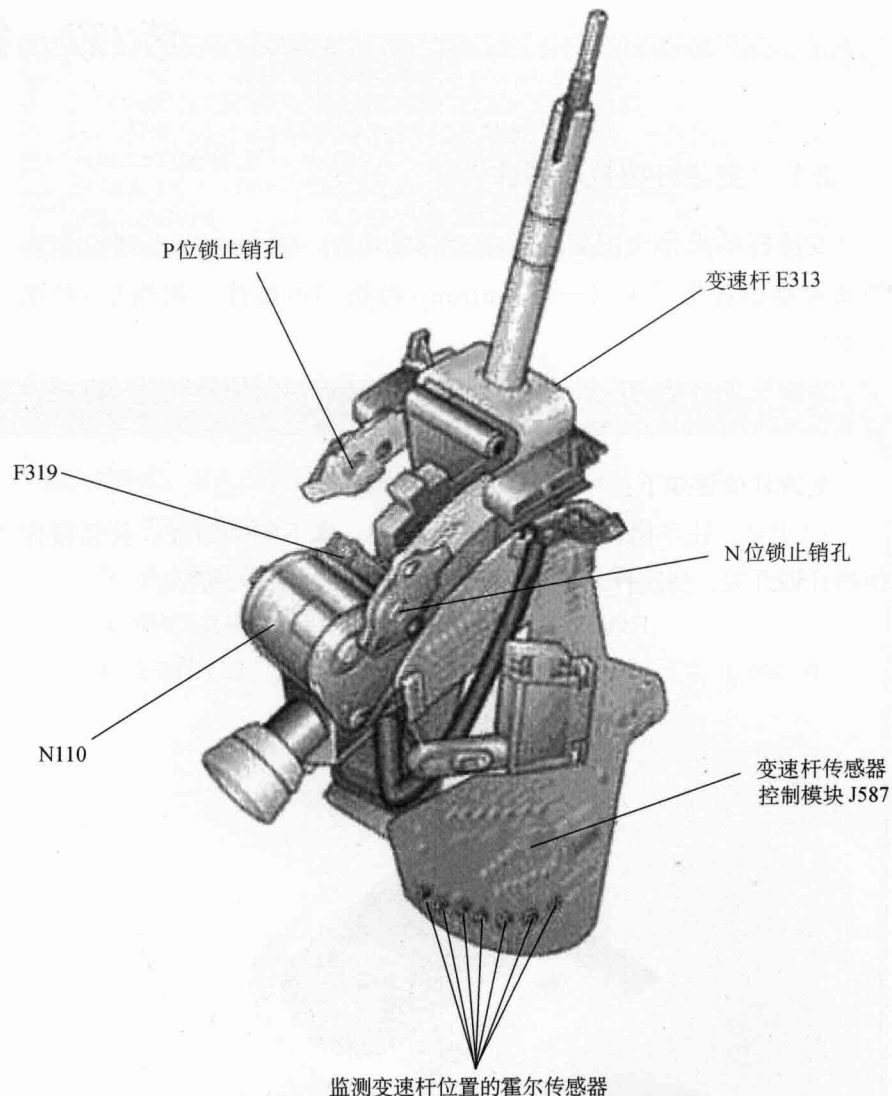

图2-3 变速杆元件
1) 变速杆E313。变速杆上的霍尔传感器记录变速杆的位置信号, 并通过CAN数据总线, 把变速杆位置信号传输到机电控制模块上, 如图2-3所示。